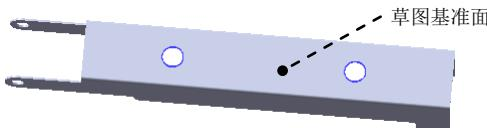

图 12.5.12 切除一拉伸 2
Step7. 创建图 12.5.12 所示的切除一拉伸 2。
- (1) 选择命令。选择下拉菜单 **插入(I)** → **切除(C)** → **拉伸(E)…** 命令。
- (2) 定义特征的横断面草图。
- ① 定义草图基准面。选取图 12.5.12 所示的表面作为草图基准面。